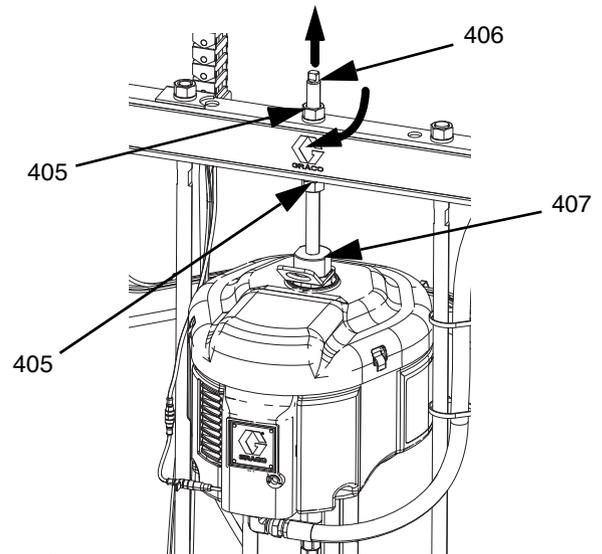

FIG. 43
1. Inserire la pompa volumetrica (C) sul piatto (D). Seguire la procedura **Collegamento del piatto** a pagina 106.
3. Collegare il motore pneumatico (B):
- a. abbassare il motore pneumatico (B) sulla pompa volumetrica (C) girando con una chiave il dado (405) sulla parte superiore della barra tirante. Vedere FIG. 43 a pagina 107. Avvitare il dado (405) verso l'alto e serrarlo sotto la barra tirante. Serrare il dado (405) sotto la barra tirante con una coppia massima di 34 N•m (25 ft-lb).